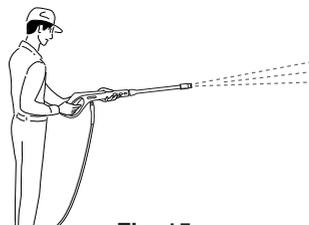

Fig. 15
3. **Pull the trigger (Fig. 15)**